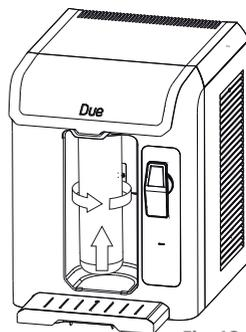

Fig. 13
- Substituir por um novo filtro "Girou, Trocou", encaixá-lo para cima e girar para a direita para conectar no produto, (Fig. 13).